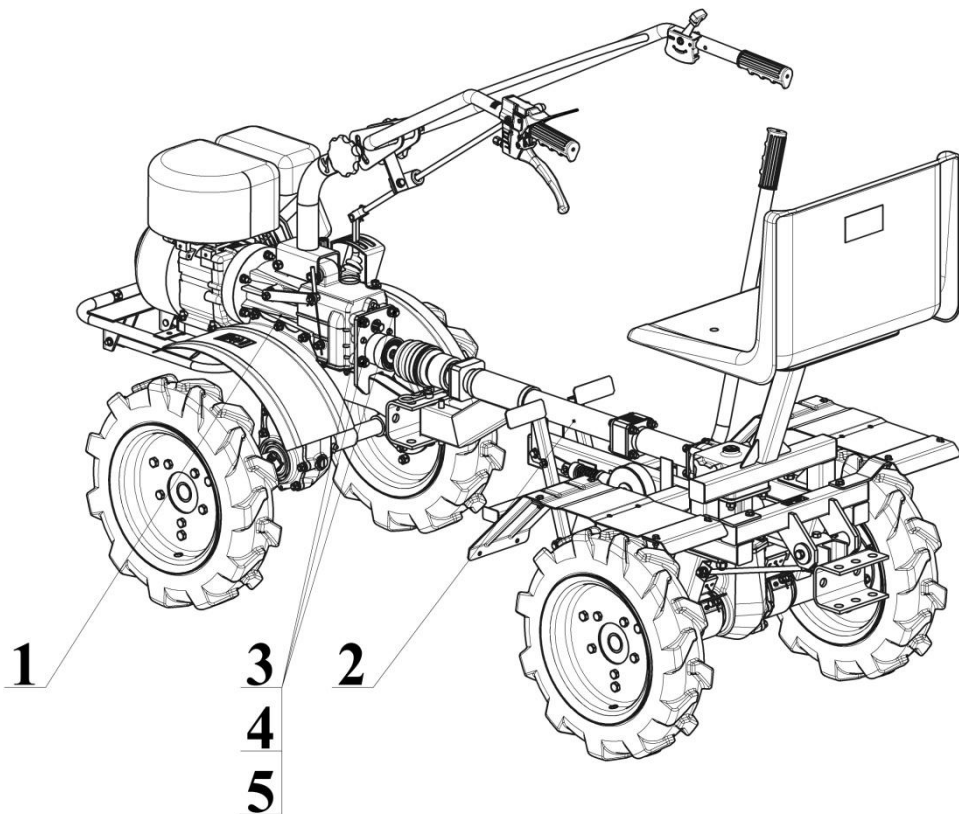

Рисунок 3
6.3 На фланец мотоблока 1 (рисунок 3) для крепления навесных орудий установите адаптер 2 и закрепите используя крепеж 3, 4, 5, прилагаемый в комплекте поставок и снятый по п.п.6.2.
- Произведите залив масла в трансмиссию, предварительно вывернув пробку 4 (рисунок 3), расположенную в ее верхней части. Объем заливаемого масла 1,0...1,1 литра. После залива масла заверните пробку 4.